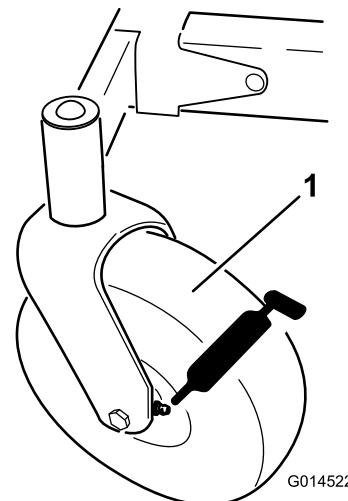
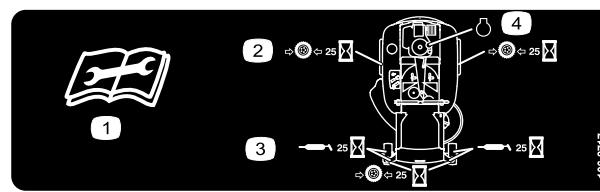

Figure 33
Figure 34
3. Nettoyez les graisseurs (Figure 33 et Figure 34) à l'aide d'un chiffon.
- Raccordez une pompe à graisse à chaque graisseur et injectez de la graisse à l'intérieur jusqu'à ce qu'elle commence à suinter des roulements (Figure 33 et Figure 34).